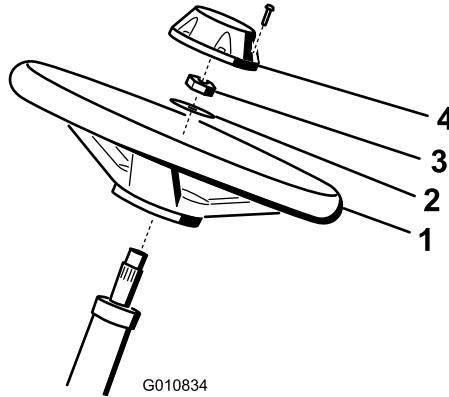

Bild 4
1. Schieben Sie das Lenkrad auf die Lenkwellen (Bild 4).
2. Schieben Sie die Scheibe auf die Lenkwellen (Bild 4).
- Befestigen Sie das Lenkrad mit einer Sicherungsmutter an der Welle und ziehen es mit 27-35 N·m an (Bild 4).
- Setzen Sie den Deckel auf und befestigen ihn mit sechs Schrauben am Lenkrad (Bild 4).